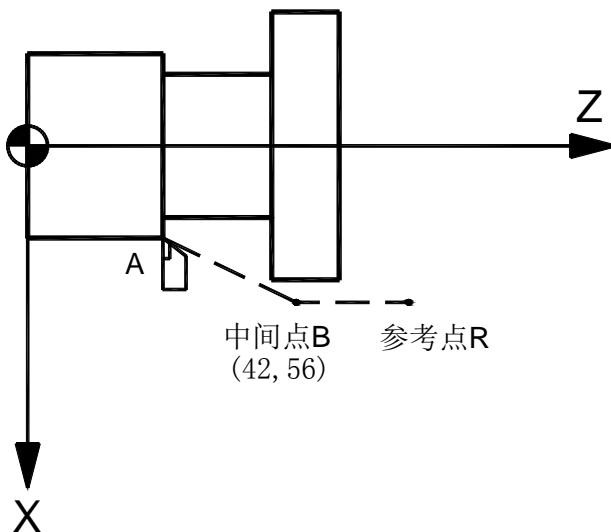

图 2-11
(1) 以快速回零速度（由参数 P109 设定）从当前位置定位到指令轴的中间点位置（**A** 点—**B** 点），如图 2-11。
(2) 以快速回零速度从中间点向参考点方向移动（**B** 点—**R** 点）。
(3) 检测到减速信号后，低速运行（由参数 P043 设定）寻找精定位信号。
(4) 检测到精定位信号后，返回零点执行完毕，回零灯亮。